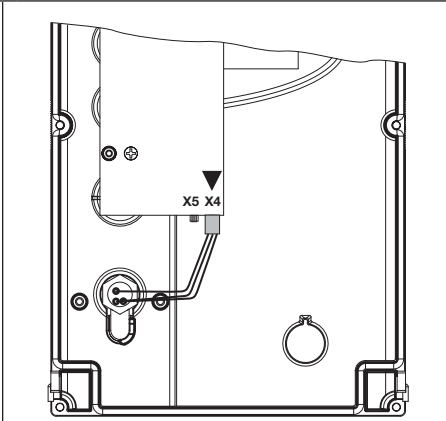

Abb. 6-27: Anschluss des Miniaturschlusses, Deckelinnenseite, von X5 nach X4 umstecken (Sonderfunktionen)
1. Die Steuerung öffnen und den Anschluss des Miniaturschlusses an der Tastaturplatte im Deckel umstecken (siehe Abb. 6-27).